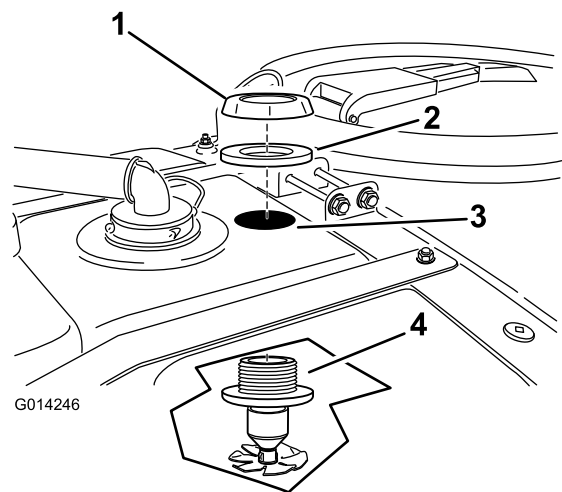

Figure 15
2. Posez une buse de rinçage vers le haut à travers le trou percé (Figure 15).
3. Posez le raccord de traversée sur le filetage exposé de la buse de rinçage (Figure 15).